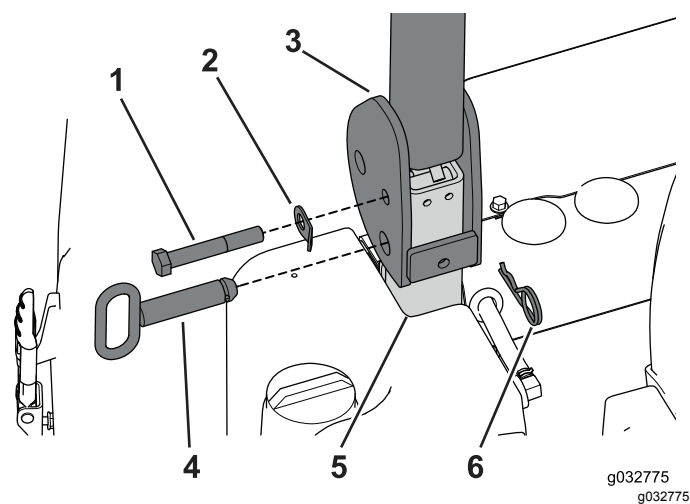

Рисунок 46
2. Извлеките игольчатые шплинты и штифты фиксации оси поворота с защитной дуги и отложите игольчатые шплинты в сторону (Рисунок 46).